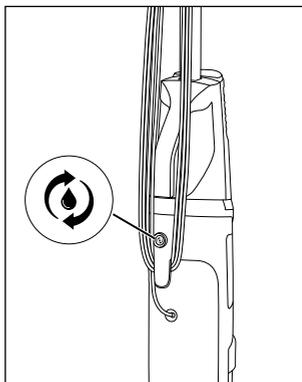

Fig. 32
- ◆ Apăsăți comutatorul de autocurățare **19** (a se vedea fig. 32).